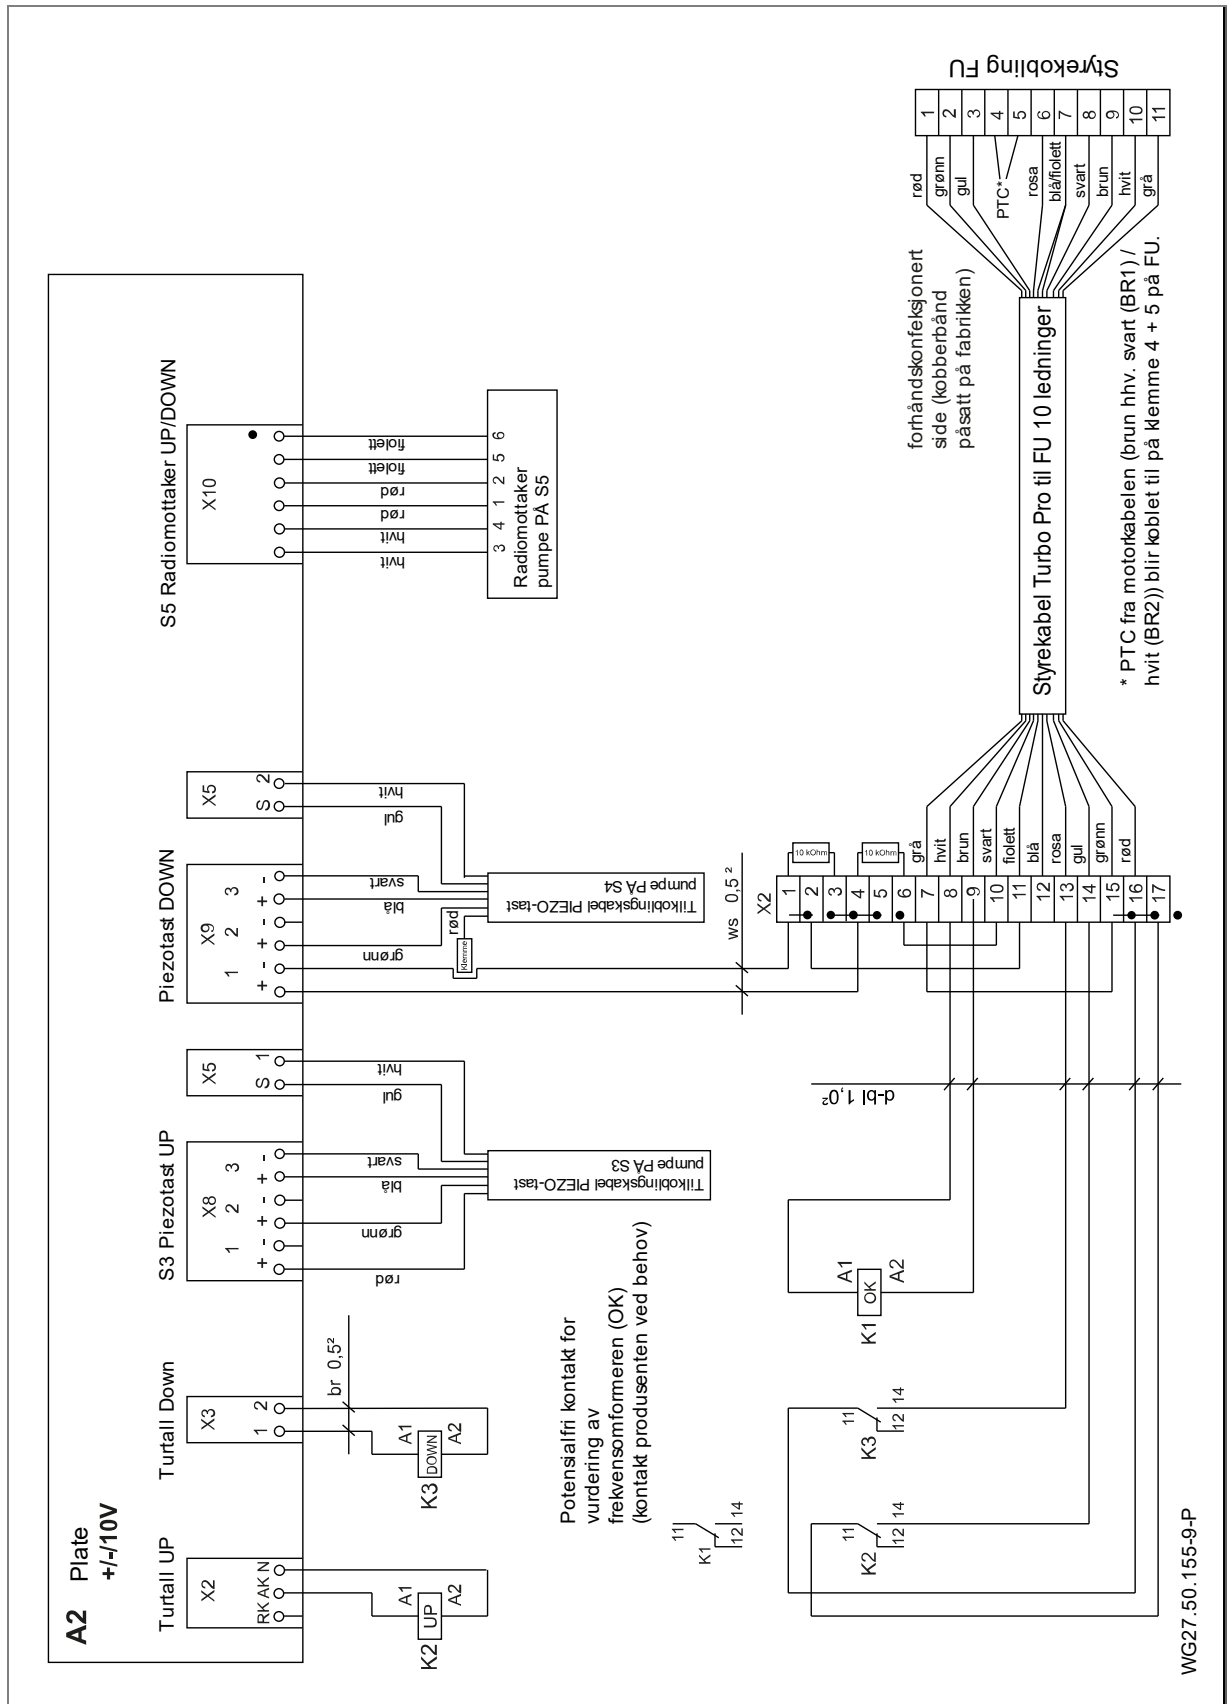

Fig. 20
14. Ledningene for PTC (brun hhv. svart (BR1) / hvit (BR2)) skal kables etter koblingsplanen. Se "Fig. 20" side 25.